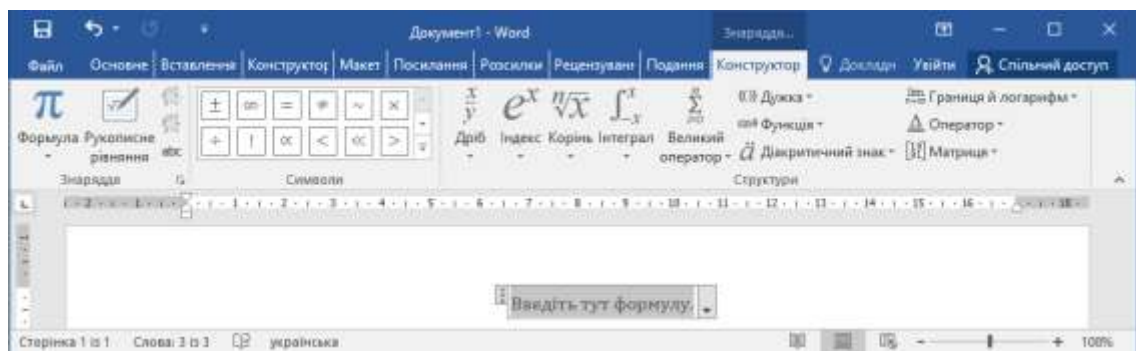

Рисунок 1.21 – Вставлення нової формули
15. Ознайомтесь з меню редактора формул в MS Word. У вкладці *Вставка* зайдіть в меню *Формула*. Виберіть *Вставити нову формулу* (рисунок 1.21).